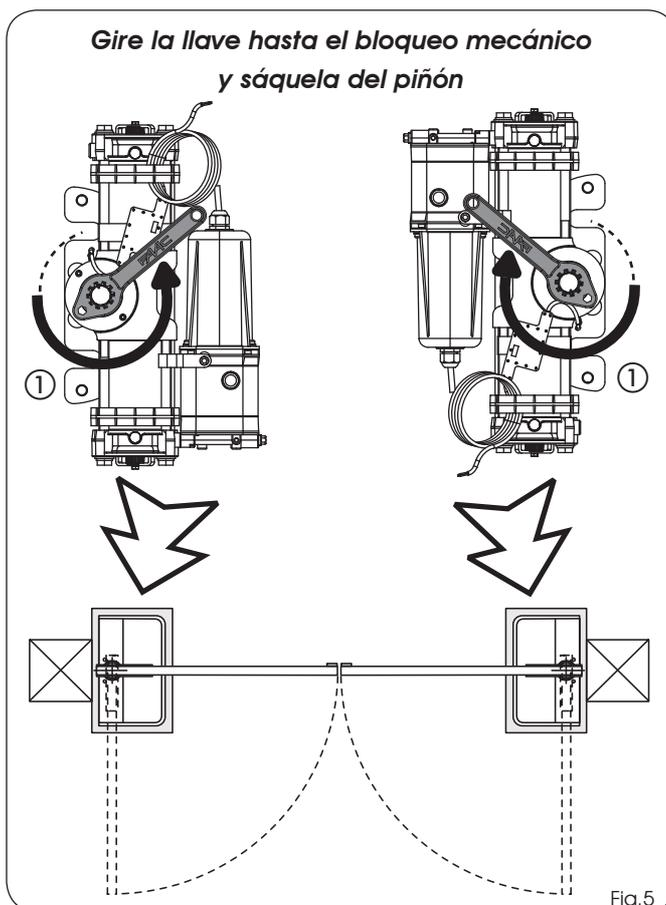

Fig.5
- 5) Gire el piñón del operador con la llave que se le suministra (Fig.5 ref.①), **hacia la dirección de cierre de la cancela**, hasta el bloqueo interno del pistón y quite la llave.